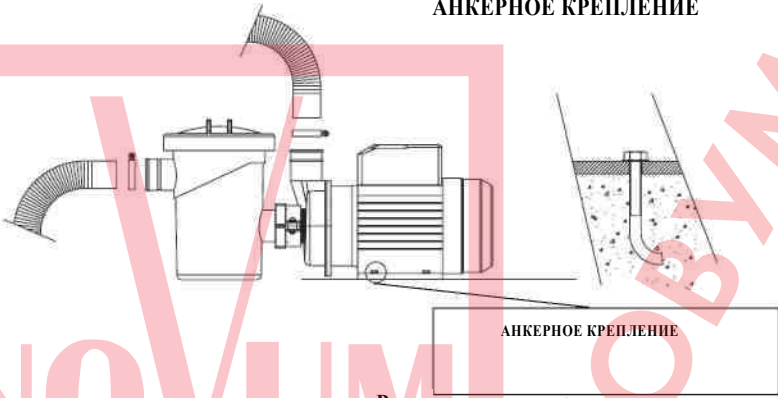

Рис. 1
- Все насосы имеют основание с отверстиями для крепления болтами к земле (рис. 1).
- Подключите к штуцерам насоса соответствующие шланги и закрепите их хомутами (рис. 1).